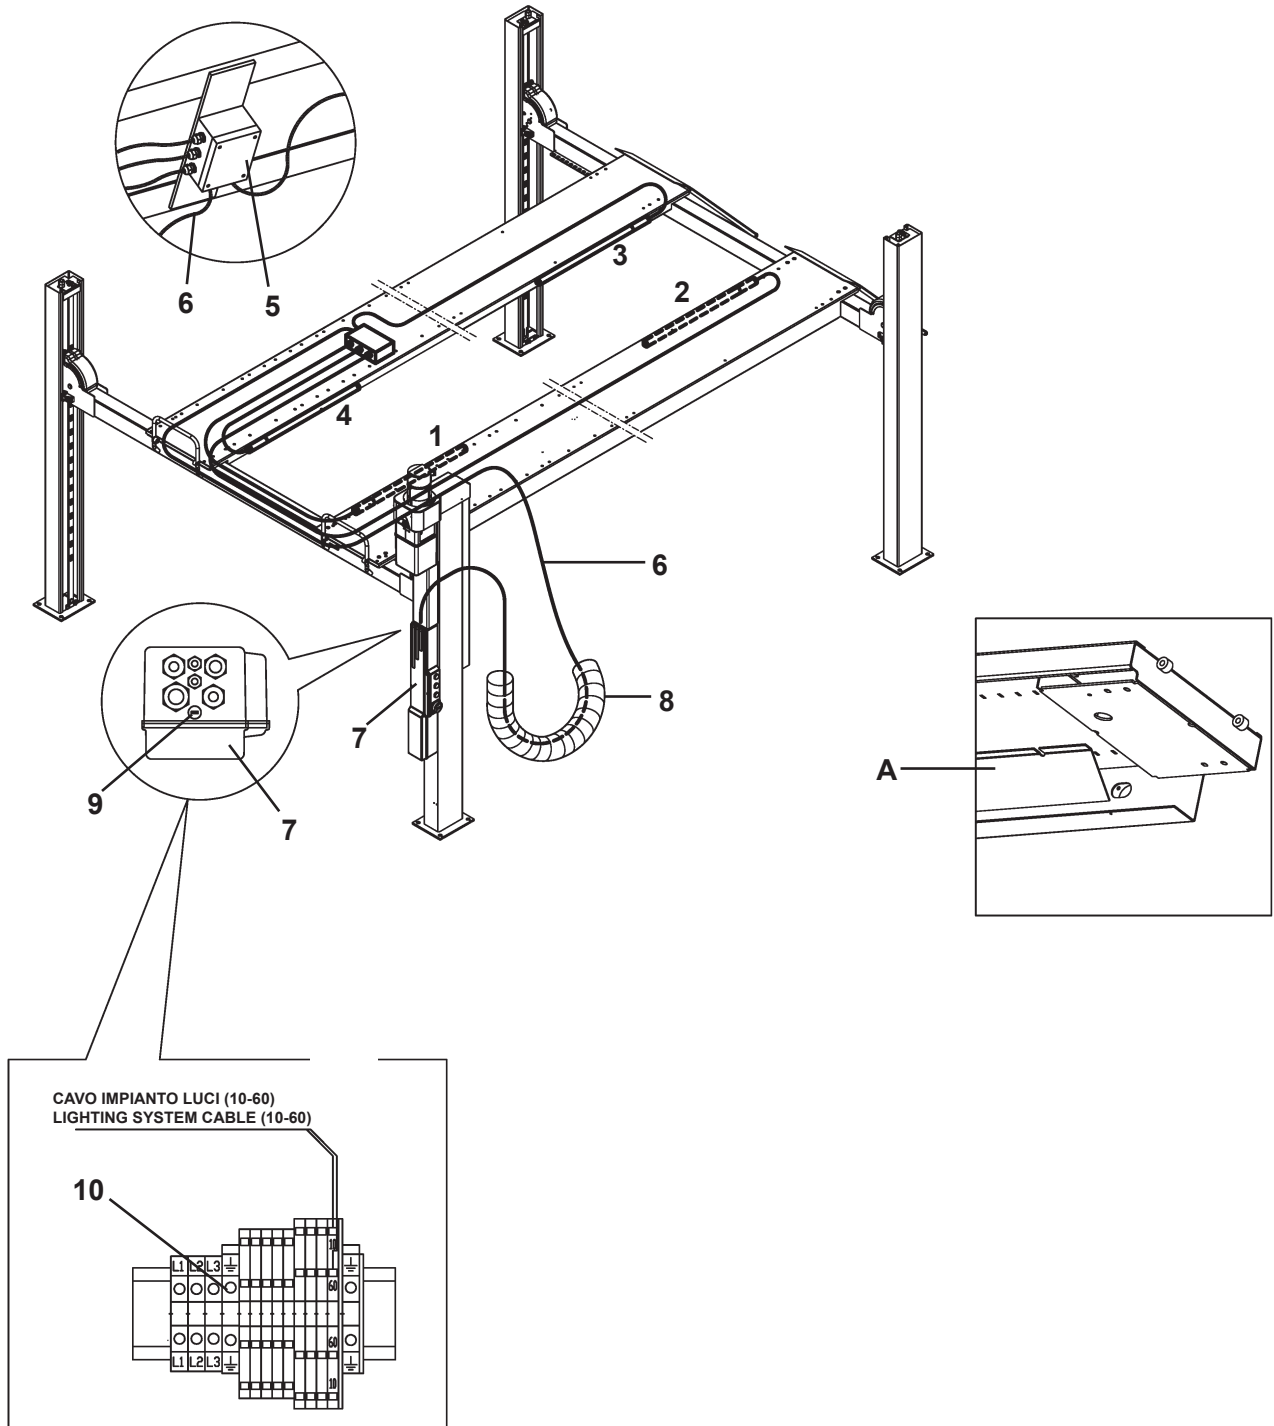

Fig. 28
- A Fissare la scatola di derivazione (5 Fig.28) utilizzando la viteria fornita.
- B Montare i tubi illuminanti secondo la numerazione indicata in Fig.28 avendo cura di posizionare le parti dotate di connessioni rivolte verso l'esterno del ponte per facilitare l'inserimento dei cavi nelle intercapedini A delle pedane.
- C Inserire il cavo elettrico (6) di collegamento tra la scatola di comando (7) e quella di derivazione (5), nella guaina porta-
tubi (8); successivamente posizionare i cavi all'interno della pedana come indicato in Fig. 28.
- D Sostituire il tappo (9) presente nella parte superiore della cassetta elettrica (7) con l'apposito pressacavo per il passaggio del cavo di alimentazione lampade.
- E Eseguire la connessione del cavo nell'apposita morsettiera (10) contenuta nella scatola di comando.
- A Secure the connector block box (5 Fig. 28) with the supplied screws.
- B Install lighting tubes following the numbering in Fig.28; parts featuring connections should be pointing out for easier cable fitting into board cavities A.
- C Insert the cable (6) connecting the control box (7) with the connector block box (5) into the tube sheath 8 then position the cables into the board as shown in Fig.28.
- D Change plug (9) present on the upper side of electric box (7), using the special cable grip for lamps power cable routing.
- E Connect the cable with the terminal board (10) into the control box.
- A Die Verbindungsdose mit den mitgelieferten Schrauben (5 Abb.28) befestigen.
- B Die Leuchtröhren unter Einhaltung der in Abb.28 angegebenen Numerierung montieren, wobei die Teile mit Verbindungen nach Außen gerichtet werden sollten, um die Einführung der Kabel in die Zwischenräume A der Plattformen zu erleichtern.
- C Das elektrische Kabel (6), das den Steuerkasten (7) mit der
Verbindungsdose (5) verbindet, in die Kabelhülle einfügen 8, dann die Kabel auf den Plattformen, wie in Abb.28 angegeben, verlegen.
- D Den Verschluss (9) im oberen Teil des Stromkastens (7) durch die entsprechende Kabelführung des Leuchtenversorgungskabels ersetzen.
- E Das Kabel am Klemmenbrett (10) im Steuerkasten wie angeführt anschließen.
- A Fixer la boîte de dérivation (5 Fig. 28) en utilisant les vis fournies.
- B Monter les tubes d'éclairage selon la numérotation indiquée Fig.28 en prenant soit de positionner les parties dotées de branchements vers l'extérieur du pont afin de faciliter l'introduction des câbles dans les interstices A des chemins de roulements.
C Introduire le câble électrique (6) de raccordement entre la boîte de commande (7) et la boîte de dérivation (5) dans la gaine porte-tubes (8), puis positionner les câbles à l'intérieur du chemin de roulement comme indiqué Fig.28.
- D Remplacer le bouchon (9) présente en haut de la boîte électrique (7) par le serre-câble approprié prévu pour le passage du câble d'alimentation des lampes.
- E Exécuter le raccordement du câble dans le bornier approprié (10) situé dans la boîte de commande.
- A Sätt fast kopplingsboxen (5 bild 28) med de medföljande skruvarna.
- B Montera belysningsrören enligt numreringen i fig. 28; delar med anslutningar ska peka utåt för att underlätta kabeldragningen i hålrummen på brädan A.
- C För in kabeln (6) som förbinder manöverboxen (7) med kopplingsboxen (5) i rörmanteln 8 och placera sedan kablarna i kortet enligt Fig.28.